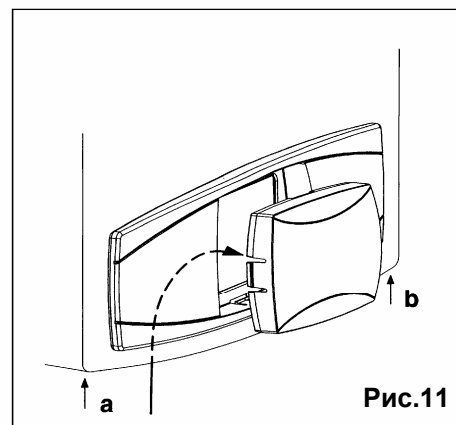

Рис.11
1. Отвинтить два винта (а - б рис.11), которые фиксируют корпус котла;
2. Приподнять слегка корпус и рукой выдавить наружу крышку передней панели (рис.11);
6. Закрыть корпус котла, завинтить два винта, которые его фиксируют (рис.11).
1. Отвинтить два винта (a - b рис.11), которые фиксируют корпус котла;